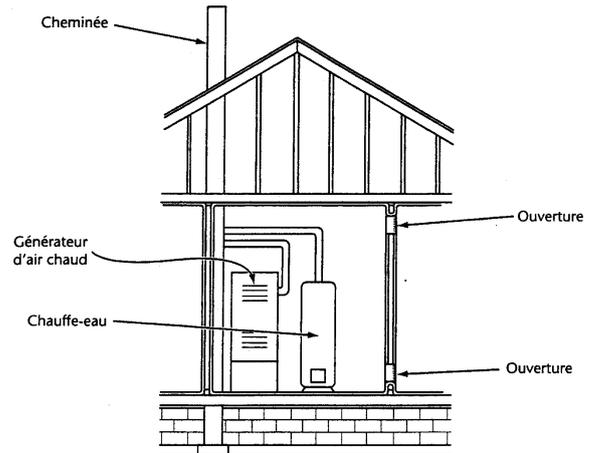

figure 1 – air provenant entièrement de l'INTÉRIEUR du bâtiment (art. 4.4.2.4)
- Pour les appareils situés dans un **espace clos** et dont l'air comburant et de ventilation provient de l'espace conditionné, 2 ouvertures permanentes doivent être ménagées, une dans la partie supérieure de l'enceinte et l'autre au bas. Chaque ouverture doit avoir une section libre d'au moins $19,5 \text{ cm}^2/\text{kWh}$ ($1 \text{ po}^2/1000 \text{ Btu/h}$) sur la capacité nominale totale des appareils logés dans l'enceinte, communiquant librement avec des zones intérieures où l'infiltration d'air extérieur est suffisante (art. 4.4.2.4) (figures 1 et 2).